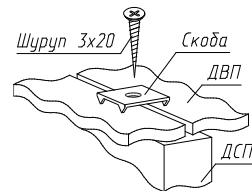

Рис.2
3. Закрепить задние стенки из ДВП гвоздями Ø1,2x20 по периметру с шагом 100мм. и по углам шурупами Ø3x20, скрепками (рис.2) и шурупами Ø3x20 в местах стыка на полках.